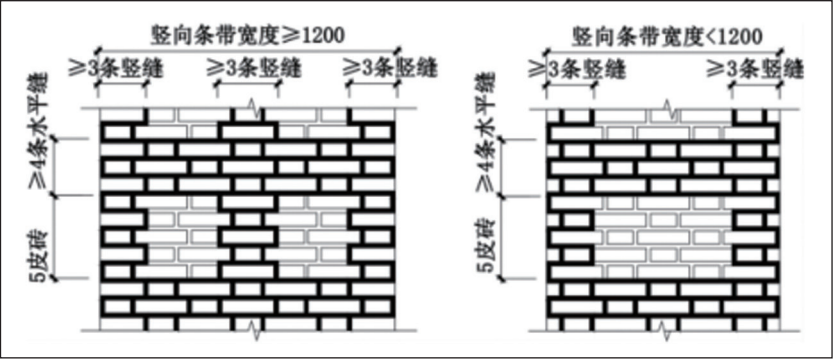

图3-1 高延性混凝土竖向条带嵌缝示意图
②加固部位墙面应采用高延性混凝土嵌缝处理，嵌缝深度不小于10mm。砖砌体墙的高延性混凝土条带嵌缝可参照图3-1、3-2进行处理，施工条件允许时也可全部采取嵌缝处理；砌块砌体墙的高延性混凝土加固部位宜全部采取嵌缝处理。